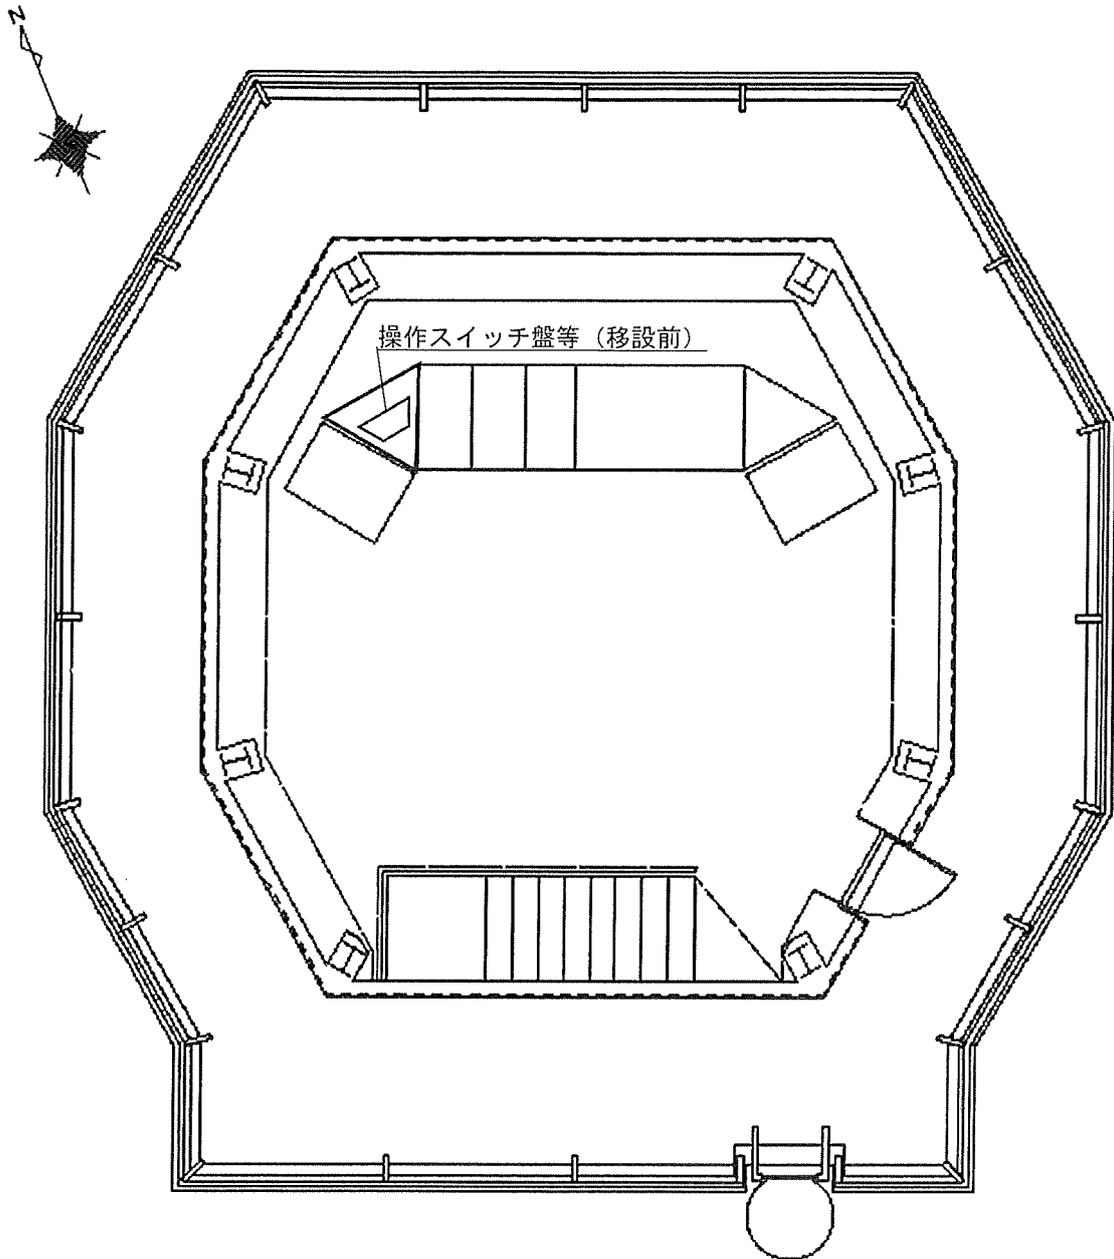

図1ー操作スイッチ盤等移設前管制塔平面図 (7 階)
- a) 図1 及び図2 に示す操作スイッチ盤等の設置位置の調査
- a) 図1 に示す既設操作スイッチ盤等を取外す。